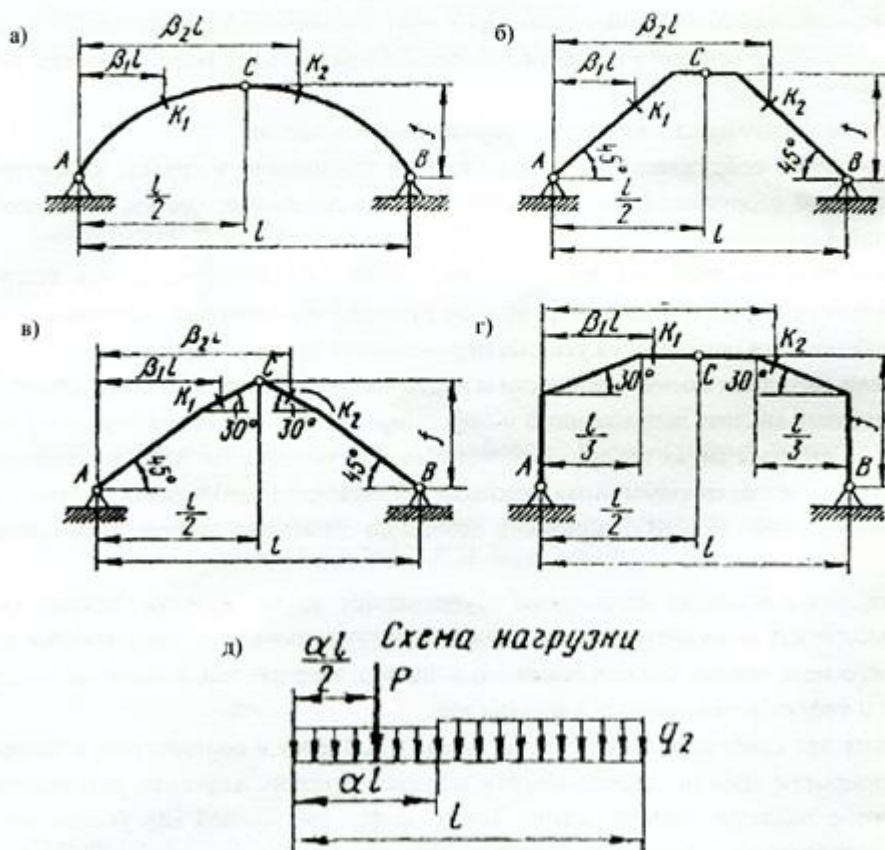

Рис. 1
**Задание.** Для сплошной трехшарнирной арки или рамы (рис. 1) требуется: